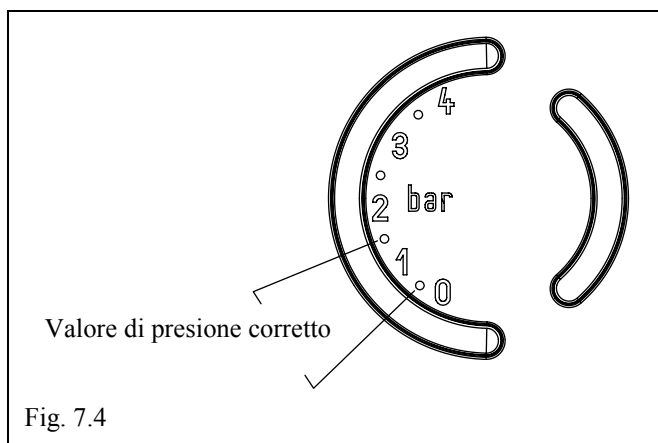

Fig. 7.4
- aprire di due o tre giri il tappo della valvola di sfogo aria automatica (A);
- aprire il rubinetto di riempimento (C) fino a che la pressione indicata dall'idrometro arrivi a circa 1 bar (*FIG. 7.4*).